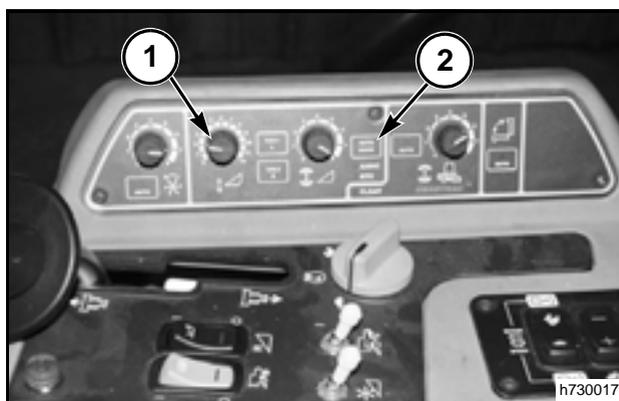

FIG. 104
FIG. 104: Perilla de control de altura - En el modo automático, la altura de la estructura del cabezal por sobre la cuchillas de corte flotante se modifica girando la perilla (1) de control de altura. Gire la perilla para izquierda para acercar la estructura del cabezal de las cuchillas de corte, incrementado la presión de la cuchilla de corte sobre el suelo. Gire la perilla para la derecha para alejar (más arriba) la estructura de plataforma de cuchilla de corte, disminuyendo la presión de cuchilla de corte sobre el suelo.